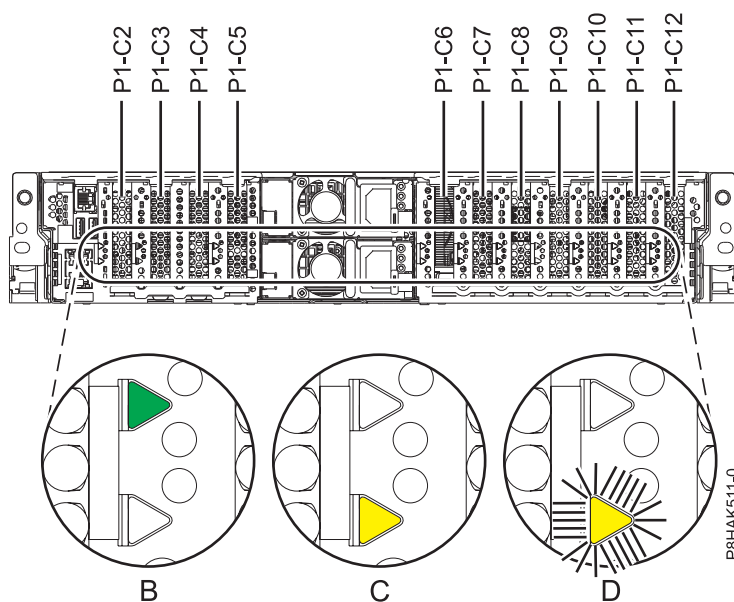

Abbildung 24. Positionen der PCIe-Adaptersteckplätze und LEDs in einem System vom Typ 5148-21L, 5148-22L, 8247-21L, 8247-22L, 8284-21A oder 8284-22A
Wenn Sie einen fehlerhaften PCIe-Adapter warten, suchen Sie nach der blinkenden gelben Anzeige für den fehlerhaften PCIe-Adapter, die Sie bei dem Schritt zum Ermitteln des fehlerhaften Teils auf Blinken gesetzt haben. In Abb. 24 wird der Status der LEDs angezeigt. Beachten Sie, dass die gelbe LED für den fehlerhaften PCIe-Adapter **blinkt**, wie unter (D) in Abb. 24 dargestellt.
Achtung: Wenn der PCIe-Adapter ordnungsgemäß funktioniert, ist die grüne Aktivitätsanzeige **AN** und die gelbe Fehler-LED **AUS**, wie unter (B) in Abb. 24 dargestellt. Versuchen Sie nicht, den funktionierenden PCIe-Adapter auszubauen.